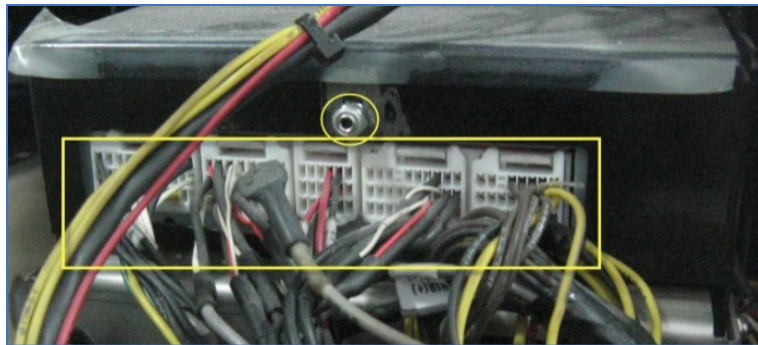

FIGURE 3: CONNECTEURS ET ÉCROU
2. À l'aide d'un mince tournevis plat, débrancher les cinq (5) connecteurs à l'arrière de l'unité de commande (VSS) (FIGURE 3).
3. Retirer l'écrou hexagonal retenant l'unité de commande au support de tableau de bord (FIGURE 3).